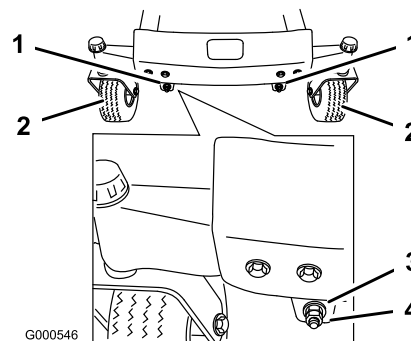
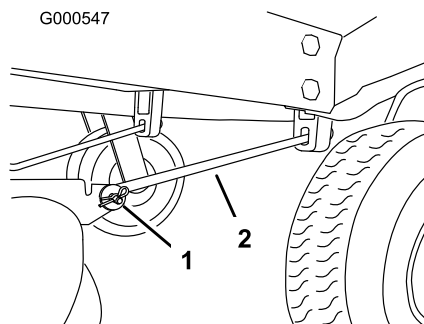

Figura 47
Figura 48
11. Per regolare l'inclinazione longitudinale della lama, togliete i dadi di bloccaggio e fate girare i dadi di regolazione sul frontale del tosaerba (Figura 47).
13. Dopo avere regolato in modo uniforme entrambi i dadi di regolazione, controllate nuovamente l'inclinazione longitudinale. Continuate la regolazione dei dadi finché la punta della lama anteriore non è più bassa di 1,6-7,9 mm rispetto a quella posteriore (Figura 47).
Nota: Dopo aver messo a punto i dadi di regolazione, verificate che le aste di supporto non siano allentate (Figura 48). All'occorrenza, serrate una delle aste per tenderle (Figura 47).
4. Togliete la coppiglia e il cavallotto con perno dall'asta di supporto anteriore (Figura 48) da ciascun lato del tosaerba.
7. Attaccate le aste di supporto alla macchina, utilizzando i cavallotti con perno e le coppiglie (Figura 48).